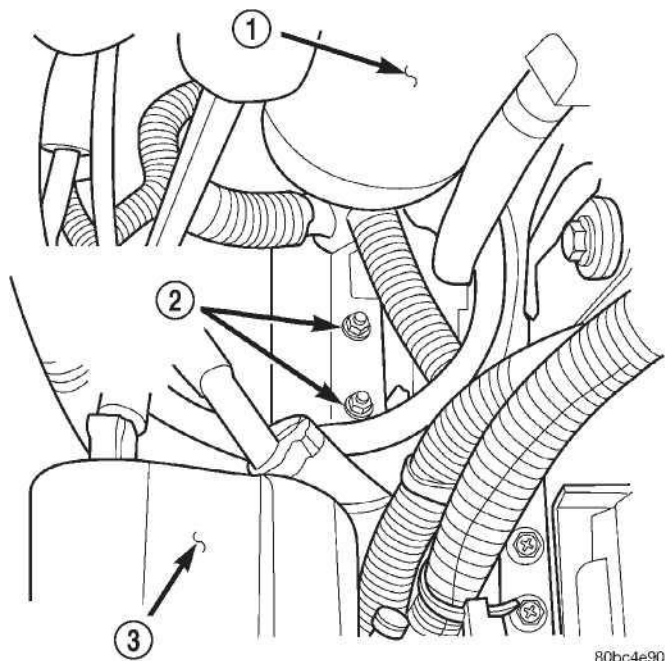

Рис. 13 Монтажный кронштейн монтажного жгута
(49) Разъедините вакуум сервомотора регулировки скорости поставка шланг от двигателя смонтированная стальная вакуумная исходная линия.
(50) Разъедините подачу топлива и шланги возвращения от сборки двигателя.
(51) Удалите стопорные гайки монтажного кронштейна монтажного жгута из левой опоры двигателя (Рис. 13).